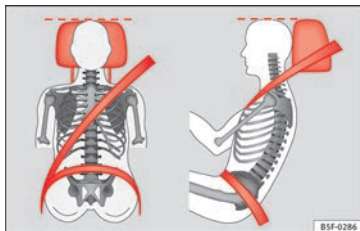

Fig. 48 Apoyacabezas ajustado correctamente visto de frente y lateralmente.
- Ajuste el apoyacabezas de modo que el borde superior quede, en la medida de lo posible, a la altura de la parte superior de la cabeza, como mínimo a la altura de los ojos » **fig. 48.**